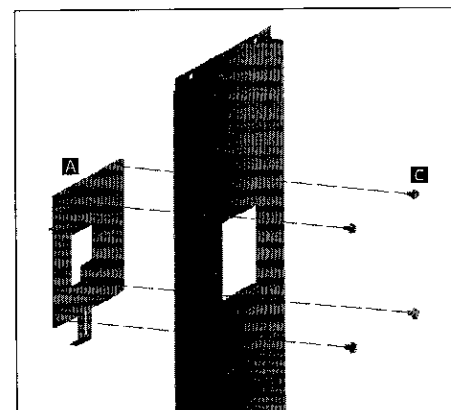

Figure 2
Install the mechanical interlock assembly with four (C) screws according to **Figure 2** by installing screws from the back side of the trim/door.
Installer le système de verrou mécanique avec quatre vis (C) posées depuis la face arrière du panneau d'habillage/de porte comme sur la **Figure 2**.